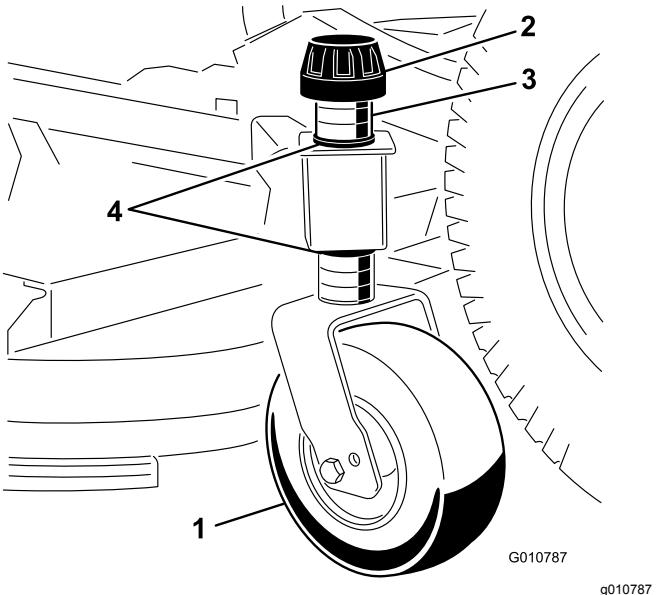

Figura 10
1. Rimuovete il cappuccio di tensione che fissa la ruota limitatrice alle staffe dell'apparato di taglio (Figura 10).